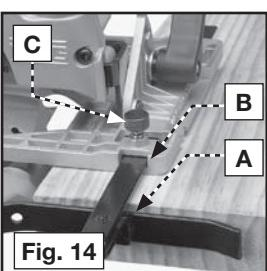

Fig. 14
- Insérez le guide de refente (A) Fig. 14 par les fentes située sur le côté droit (B) de la base de la scie. Faites le glisser jusqu'à ce qu'il dépasse par la fente située sur le côté gauche de la base.
- Placez le ressort de compression sur la vis à bouton (C) Fig. 14 (fournie avec le guide de refente), et vissez celle-ci dans le trou qui se trouve dans la base de la scie. **NE SERREZ PAS.**